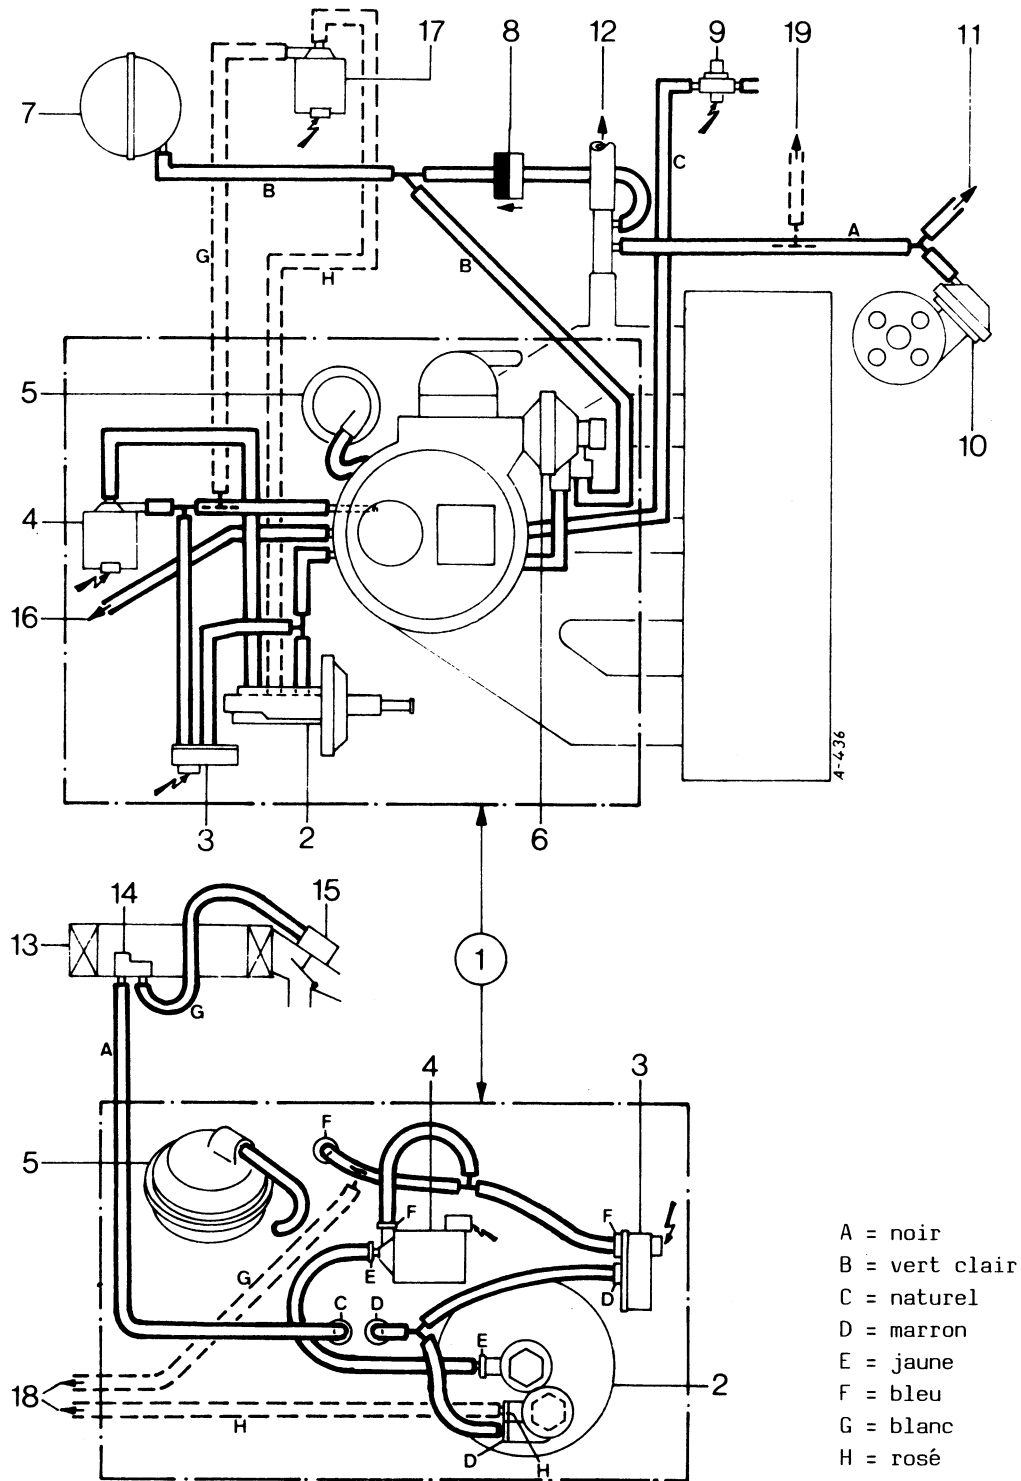

Figure 36
Suivant la température du régulateur de température (14), figure 36, l'amenée d'air chaud et respectivement d'air froid dans le filtre à air doit être ouverte une fois que le moteur est en marche.